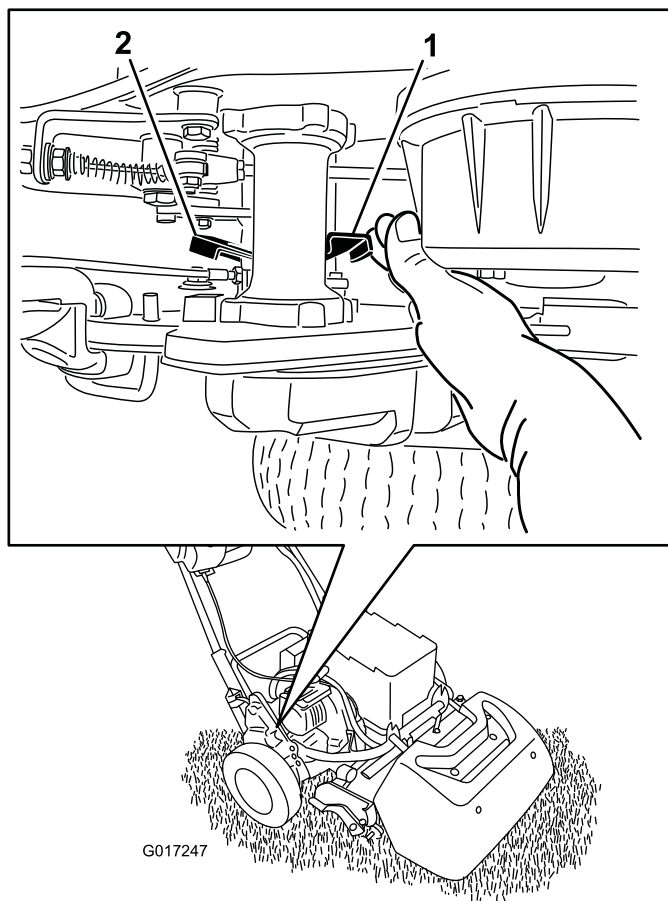

Рисунок 38
1. В правом заднем углу машины найдите рядом с барабаном корпуса привода рычаг включения/выключения тягового привода (Рисунок 38).